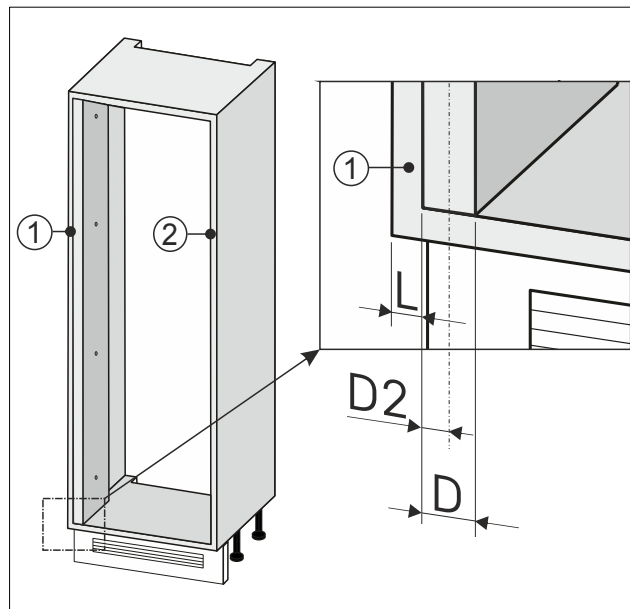

Fig. 89
- Запишіть половину ширину Fig. 89 (D2) рівняльника стіни.